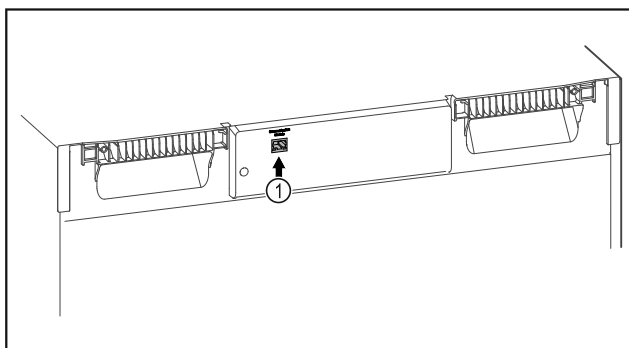

Fig. 140
□ Se utiliza SmartModule Fig. 140 (1).